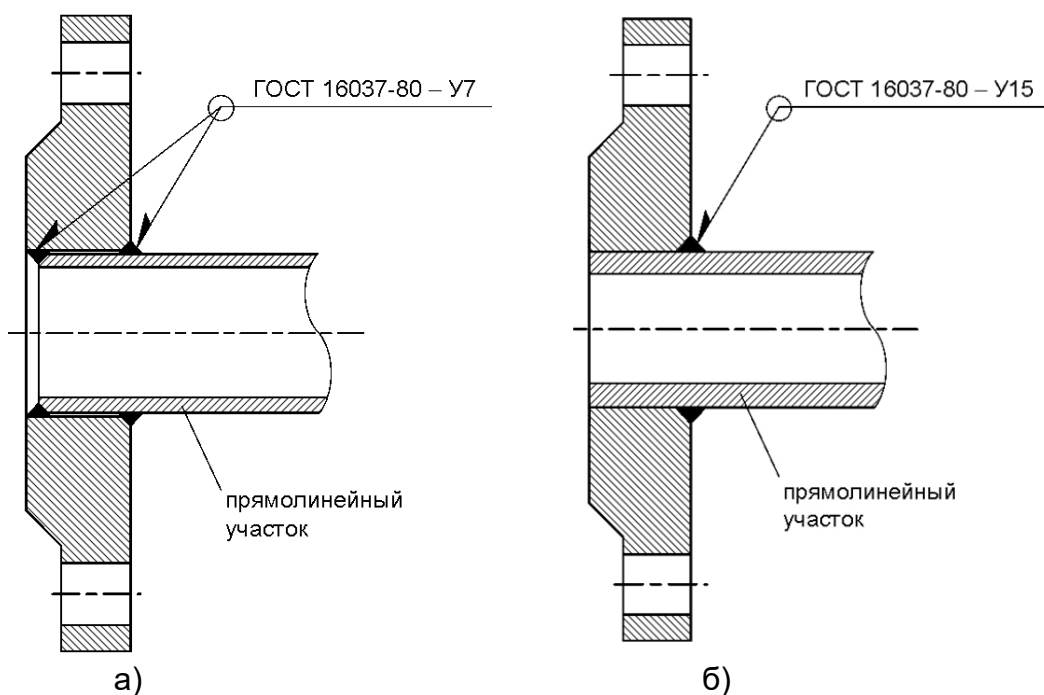

Рис.3. Сварка фланцев с прямыми отрезками трубопровода.
2.3.3. Приварить фланцы к освободившимся после разрезки концам трубопровода. Сварка фланцев с прямыми отрезками труб (рис.3) осуществляется в соответствии с ГОСТ 16037.